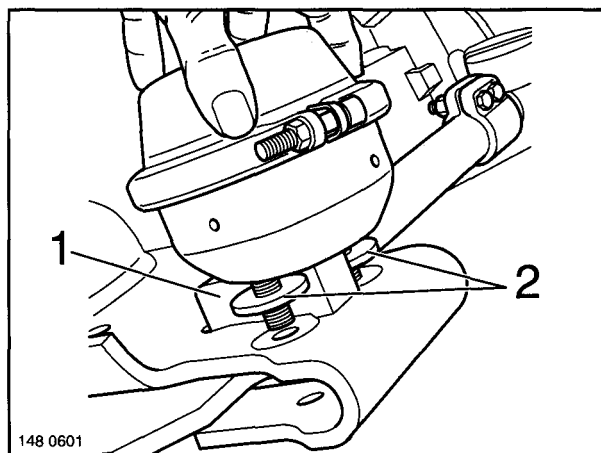

Fig. 1
- (4) Move the diaphragm cylinder with compressed air and unscrew the locking block.
- (5) To change the locking plate on the track rod, see chapter 5.
- (6) When installing the locking block, smear the thread grease-free with Loctite AVX and tighten the block.
- (7) Install the diaphragm cylinder with locking block and shims (Fig. 1/2) on the bracket. Fit the spring washers and M12x1.5 hexagonal nuts, tightening the nuts to the specified torque of 86 Nm.
- (8) Fit the air connection.
- (1) Démonter le tuyau d'air comprimé au niveau du vase à diaphragme.
- (2) Dévisser les écrous de fixation du vase à diaphragme. Enlever le vase à diaphragme de sa console (figure 1).
- (3) Pour démonter la cale (figure 1/1), la chauffer à environ 80 °C, afin de faire fondre la colle de sûreté.
- (4) Mettre le vase à diaphragme sous pression et dévisser la cale.
- (5) Pour remplacer la tôle de blocage sur la barre d'accouplement, voir le chapitre 5.
- (6) Lors du montage de la cale, enduire de Loctite AVX le filetage exempt de graisse et serrer.
- (7) Poser sur la console le vase à diaphragme avec sa cale et ses rondelles d'écartement (figure 1/2). Utiliser des rondelles et des écrous 6 pans M12x1,5, serrés au couple de 86 Nm.
- (8) Raccorder le tuyau d'air comprimé.
- (1) Luftdruckschlauch vom Membranzylinder abbauen.
- (2) Befestigungsmuttern des Membranzylinders abschrauben. Membranzylinder von der Konsole abnehmen (Fig. 1).
- (3) Zum Abbau des Sperrklotzes (Fig. 1/1) Sperrklotz auf ca. 80 °C erwärmen, um die Klebesicherung zu lösen.
- (4) Membranzylinder mit Druckluft beaufschlagen und Sperrklotz abschrauben.
- (5) Zum Wechseln des Sperrblechs auf der Spurstange siehe Kapitel 5.
- (6) Bei der Montage des Sperrklotzes Gewinde fettfrei mit Loctite AVX einstreichen und festziehen.
- (7) Membranzylinder mit Sperrklotz und Distanzscheiben (Fig. 1/2) auf die Konsole bauen. Feder-
- (1) Unscrew the nuts of the hexagonal screws (Fig. 1/1) and remove the steering damper (Fig. 1/2).